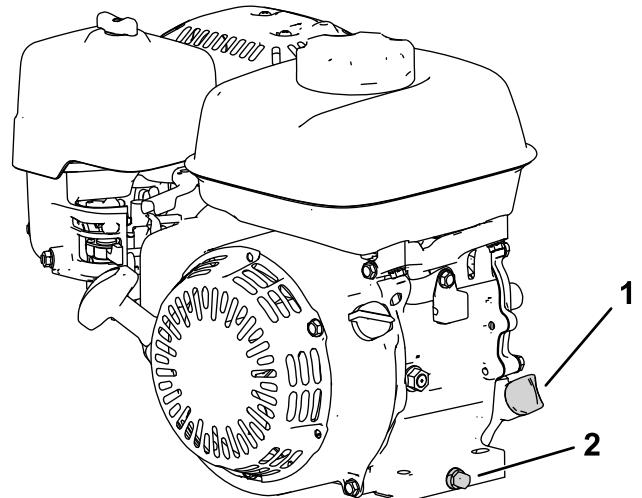

Figure 17
2. Positionnez la machine de sorte que le moteur soit de niveau et nettoyez la surface autour du tube de remplissage (Figure 17).
3. Enlevez le bouchon de vidange (Figure 17).